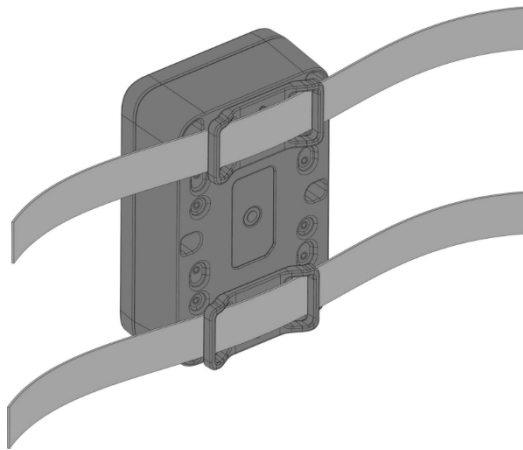

Abbildung 36: Befestigung des Gehäuses am Gürtel
3. Führen Sie zum Schluss den Gürtel durch die Öffnung des Unify-Gehäuses, wie in **Abbildung 36** dargestellt.